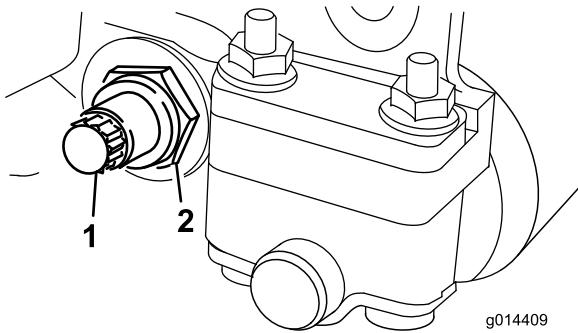

Figura 25
- Desaperte a porca de bloqueio que segura a cavilha da barra de apoio, em cada um dos lados da máquina (Figura 25).
| 4. Remova cada um dos parafusos da barra de apoio, de modo a poder puxá-la e retirá-la da máquina (Figura 25). | |